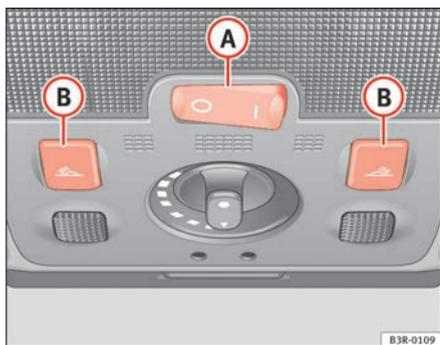

Fig. 94 Détail du ciel de pavillon : plafonnier avant.
La commande à bascule (A) ⇒ fig. 94 du plafonnier avant possède les fonctions suivantes :